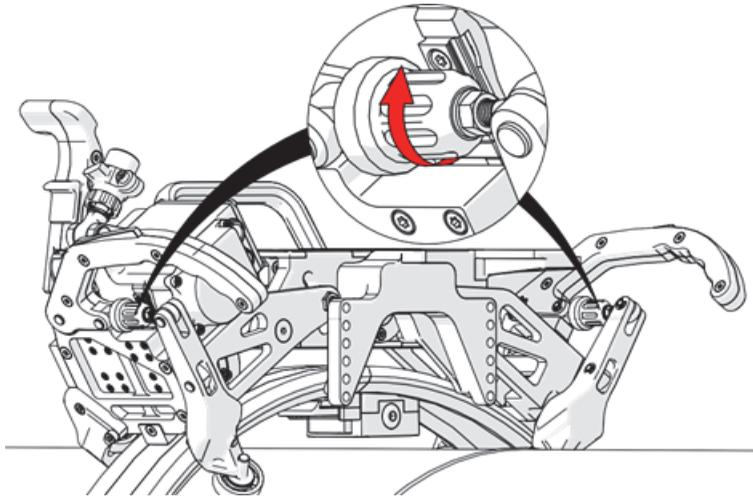

图1-36 拧紧夹钳调节器
6. 拧紧夹钳调节器，直到电机托架的所有轮子都接触到环形带（参见第51页的图1-36）。